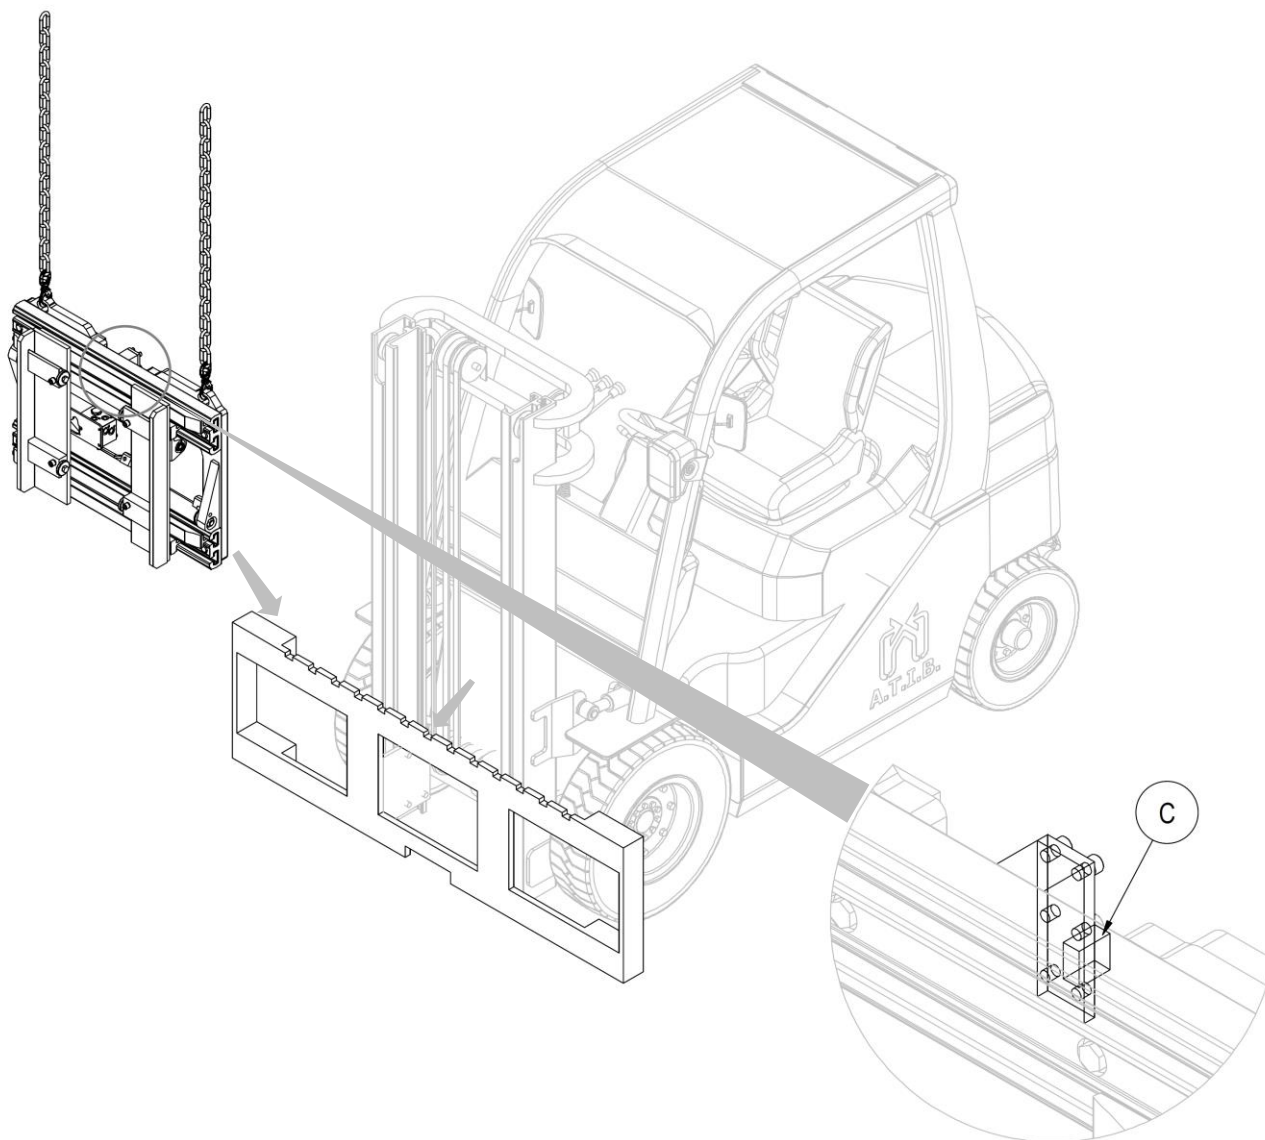

Figura 3
6. Agganciare quindi l'attrezzatura dai punti presa superiori e con un carroponete o un paranco di portata sufficiente posizionarla sulla piastra porta forche, avendo cura di incastrare il dente di centraggio **C** nella tacca centrale della stessa (vedi *Figura 3*).